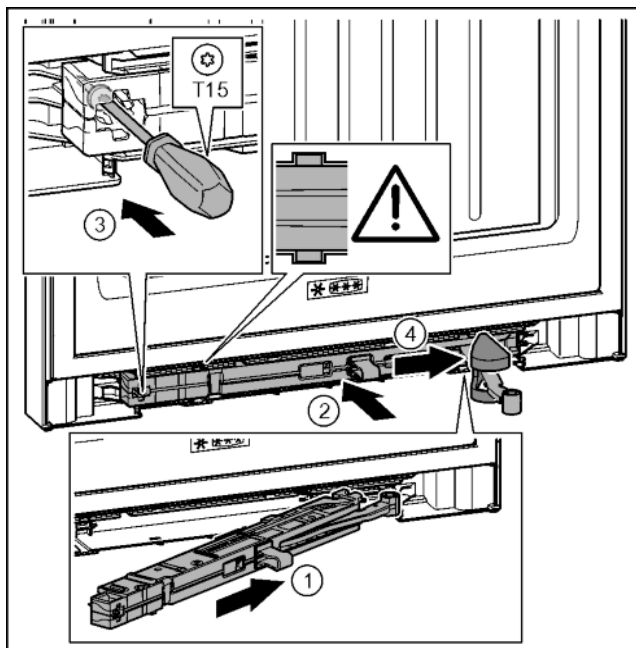

Fig. 42
- ▶ Amortyzator zamykania drzwi po stronie płytki zawiasu wsunąć ukośnie w zagłębienie aż do oporu. Fig. 42 (1)
- ▶ Amortyzator zamykania drzwi wsunąć całkowicie w zagłębienie. Fig. 42 (2)
- ▶ Śrubę przykręcić przy pomocy śrubokręta T15. Fig. 42 (3)
- ▶ Osłonę wsunąć na przegub. Fig. 42 (4)